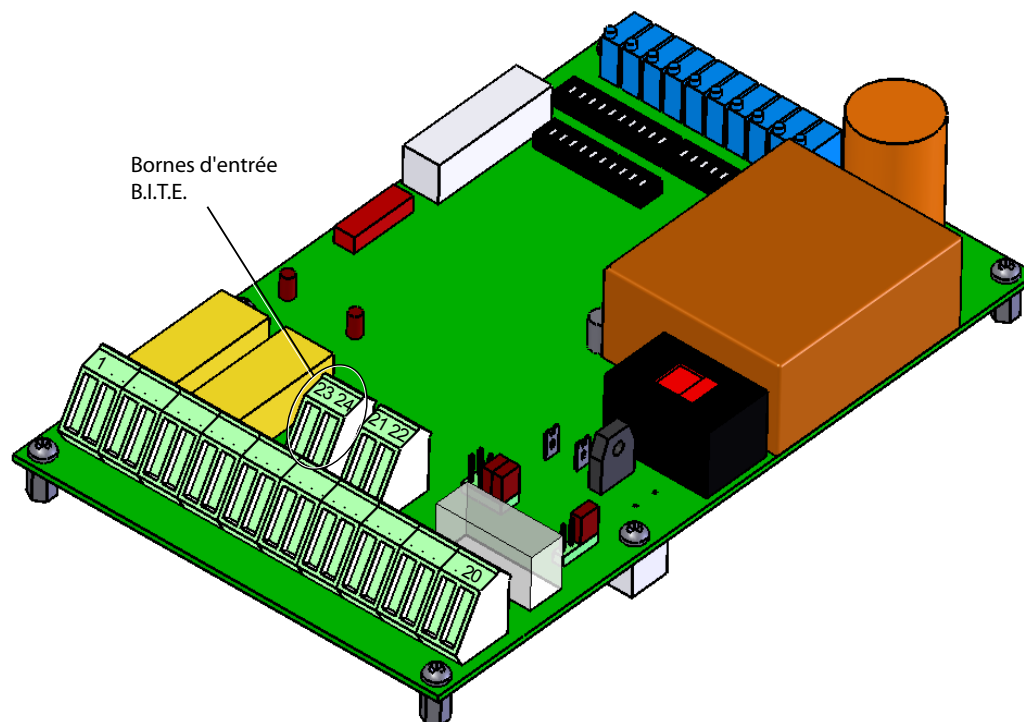

Figure 4-6 Bornes d'entrées de la commande B.I.T.E.
- court-circuiter l'entrée de commande du B.I.T.E. (borne 23) avec la masse (borne 24), voir figure 4-6.